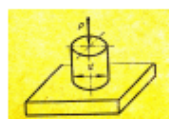

Рис.2.
8. Стальной цилиндр диаметром 20мм поставлен на ровную плоскую поверхность и нагружен силой 4 тонны. Определить напряжение смятия на плоскости соприкосновения цилиндра и поверхности опоры и выполнить проверку на прочность, если допускаемое напряжение смятия материала цилиндра 1200 кг/см^2 . (рис. 2).